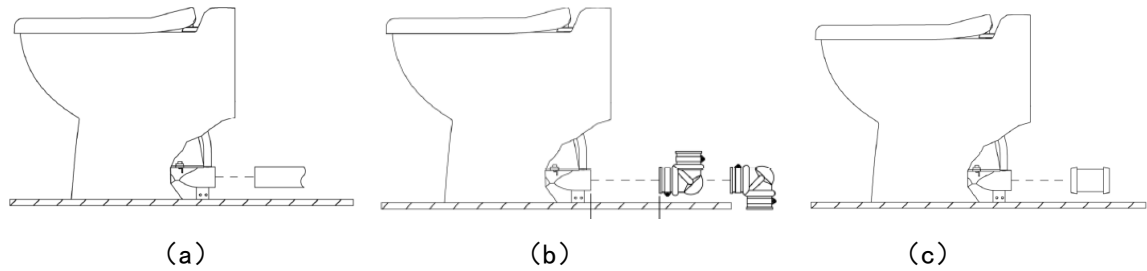

图16 马桶与真空管路的连接
3.1.9.1 马桶与真空管路连接时应保证管路与马桶接口对中。马桶与真空管路可采用橡胶直通套管或橡胶弯头连接，并用管箍卡紧，如图16所示。